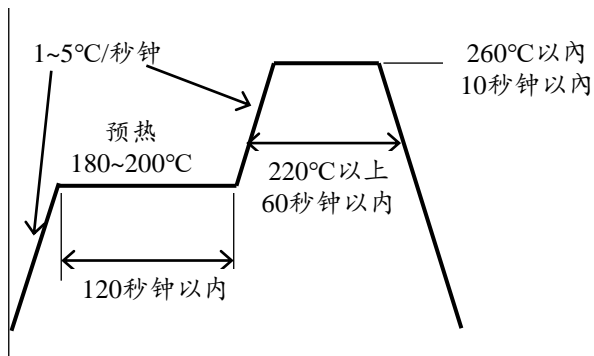

图18. 回流焊条件（日亚推荐）
- 2) 关于回流焊温度曲线，应该在参考图18基础上，根据使用的焊料进行设定。